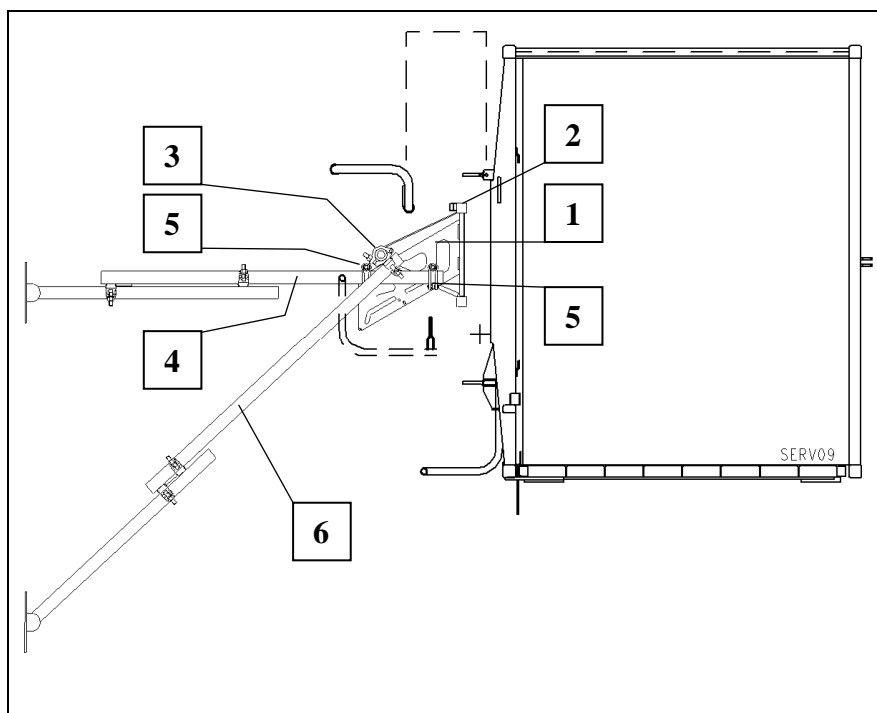

Fig. 22 Fixation du mât
- L'alignement orthogonal du mât peut être réalisé par les deux accouplements d'échafaudage (Fig. 22 Pos.5).